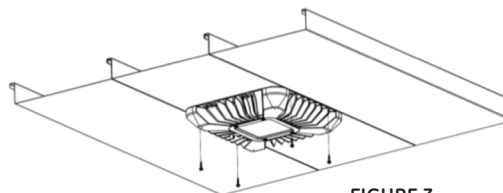

FIGURE 3
- C. Fixez le luminaire avec la visserie fournie. Serrez les vis de montage à un couple de 30 po-lb (ne serrez pas de trop, n'arrachez pas les vis). Si le matériau du plafond est 22 ga ou plus léger, nous conseillons une contreplaque. (Voir Fig. 3)